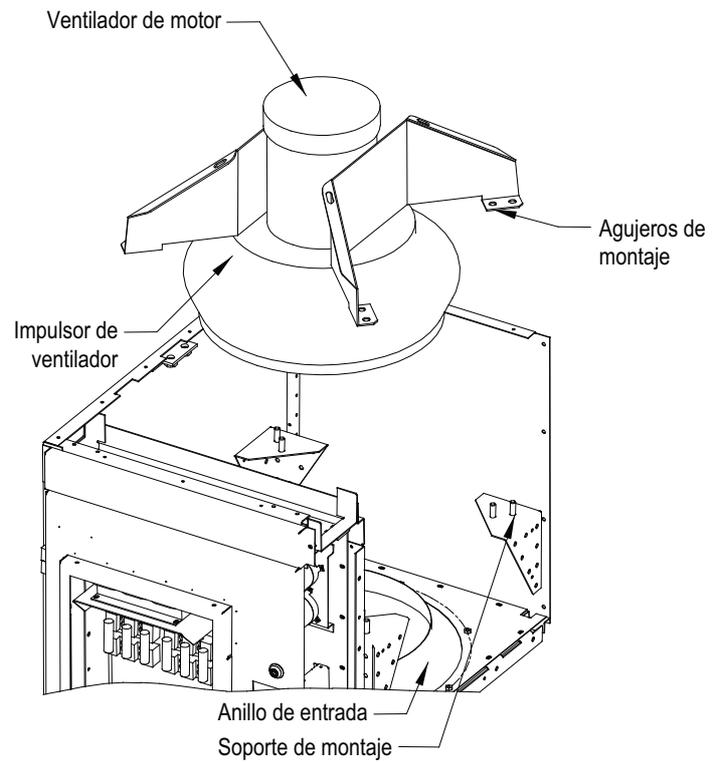

Figura 71 – Desmontaje del ventilador (modelo estándar)
1. Extraiga la barrera del vínculo de CC y el panel de acceso al impulsor (Figura 71 en la página 97). Extraiga los componentes eléctricos situados en la parte frontal del panel de acceso del anillo de entrada.